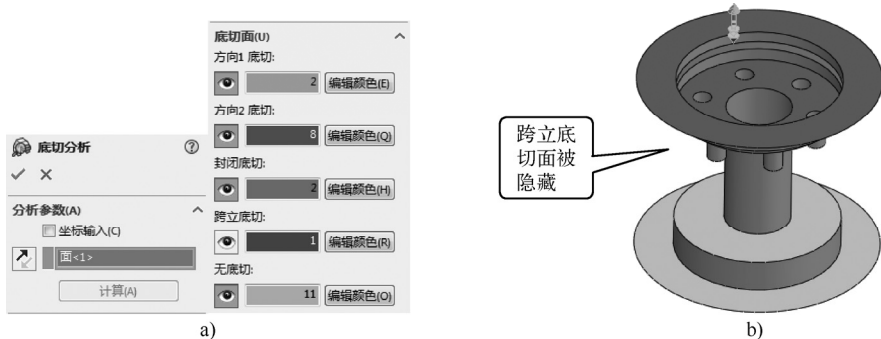

图 10-12 底切面隐藏效果
- “显示/隐藏”按钮: 选中该属性管理器中“底切面”卷展栏中的“显示/隐藏”按钮, 将隐藏或显示“底切面”, 如图 10-12 所示。